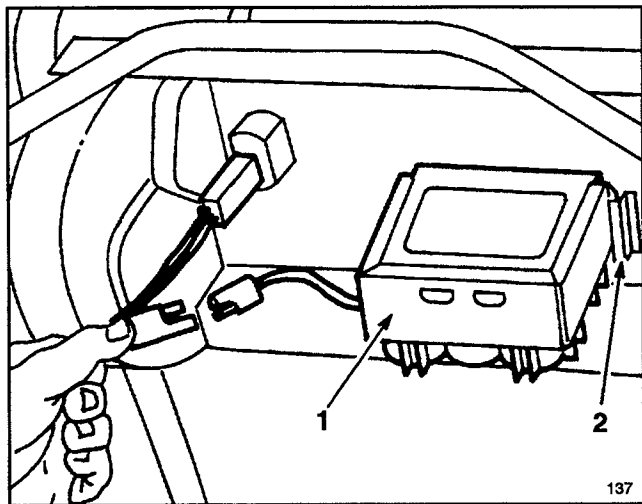

Figure 30
1. Couper le moteur et débrancher le faisceau de câbles de la batterie (Fig. 30).